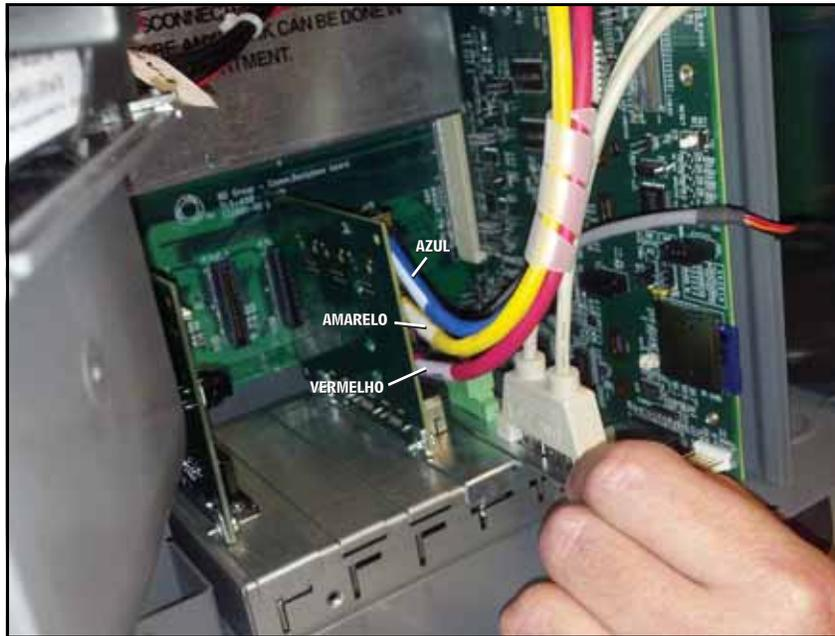

Figura 12. Instale o módulo USB/sem fio na ranhura 5
4. Instale o módulo USB do TLS-450PLUS na ranhura 5 (ver Figura 12).